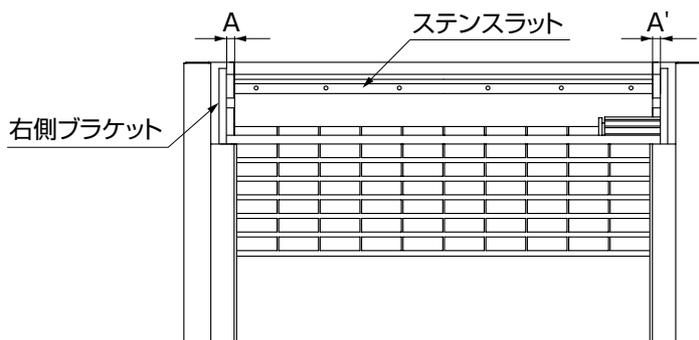

図8-4
- ⑦ステンスラット端部と左右のブラケットのすき間A-A'が左右均等になるように調整後、「吊元固定ボルト」を締込んでください。(図8-4参照)